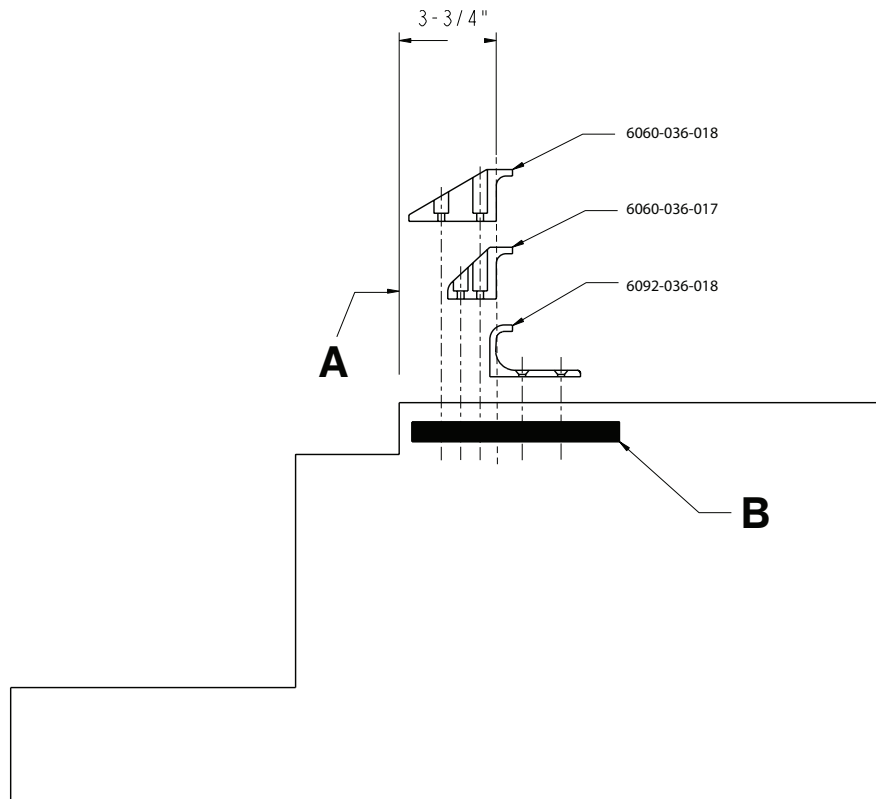

Figura 5 – Colocación del gancho de seguridad del vehículo
2. Sitúe el gancho de seguridad del vehículo al menos a 3-3/4 in (9,5 cm) del borde delantero del umbral de la puerta (A) (Figura 5). La distancia recomendada desde la cara del gancho de seguridad es de al menos 3-3/4 in (9,5 cm).